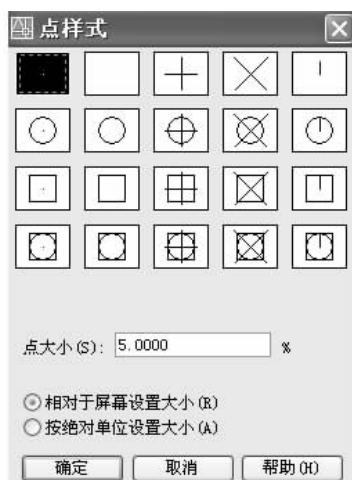

图 2.15 “点样式”对话框
① 当前点模式 :点的外观由“点模式”实现。欲在“点”命令中显示何种点模式,需设置点样式,在“格式”菜单下选择“点样式”来实现。“点样式”对话框如图 2.15 所示。默认的点形状为无尺寸、无显示的点。